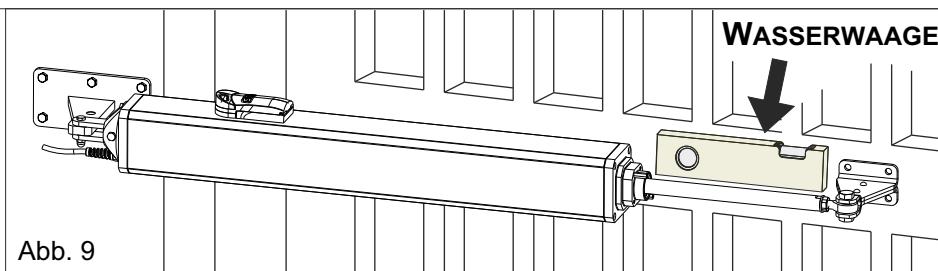

Abb. 9
- Für einen korrekten Betrieb, müssen der Antrieb, die Vorderbefestigung und die Hinterbefestigung vollkommen waagrecht sein (verwenden Sie eine Wasserwaage), siehe Abb. 9